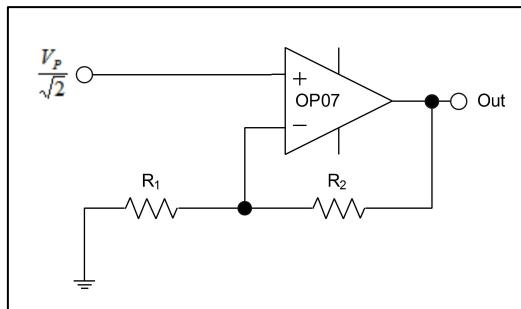

Figura 4: -Final 12.02.09- Circuito utilizado para la adaptación de la señal
El circuito que se utilizará es el mismo de la *Figura 4*, y por lo tanto son válidas las ecuaciones (7), (8) y (9), que se traen nuevamente a continuación: